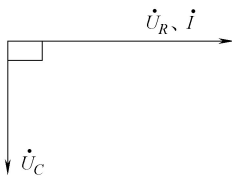

图 9-68 第三步示意图
3) 第三步画出电容上电压矢量。如图 9-68 所示, 由于电容两端电压滞后于流过电容的电流  $90^\circ$ , 所以将电容两端的电压  $\dot{U}_C$  画成与电流  $i$  垂直的线, 且朝下 (以  $i$  为基准, 顺时针方向为相位滞后), 该线的长短表示电容上电压的大小。